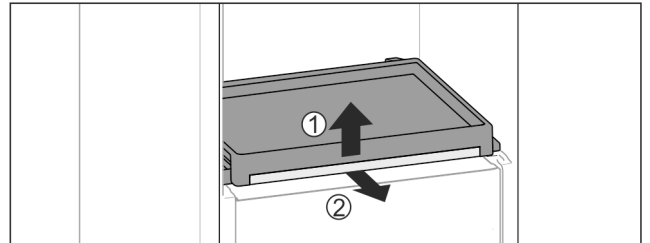

Fig. 107
- ▶ Витягніть витяжну панель зі скляною полицю: Підніміть трохи скляну полицю спереду Fig. 107 (1) та витягніть вперед Fig. 107 (2).